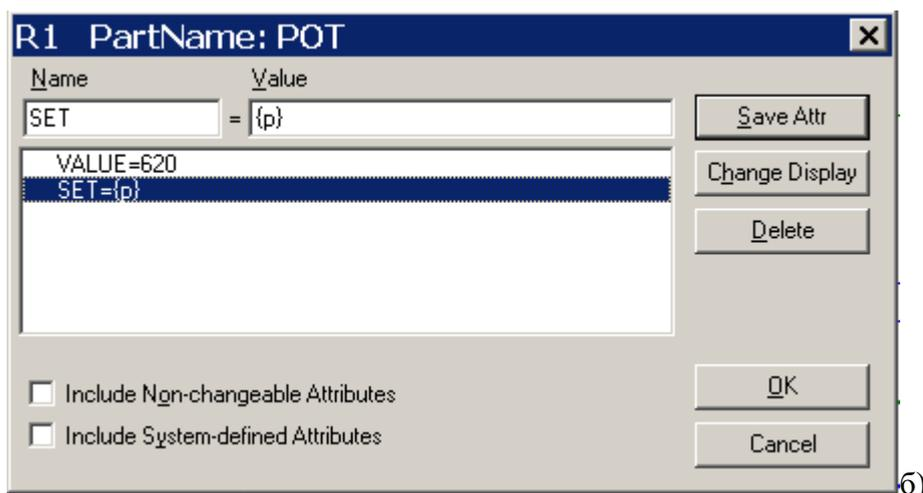

Рисунок 8.7 – Связь оптимизируемого параметра с положением движка потенциометра
8.4.4 Положение движка соответствующего потенциометра связать с варьируемым параметром (рис. 8.7). Запустить процесс оптимизации (команда **Tune>Auto>Start**).